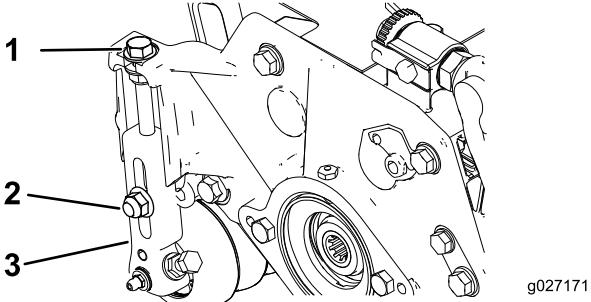

Figure 15
1. Desserrez les contre-écrous qui fixent les bras de coupe aux plaques latérales du plateau de coupe (Figure 15).